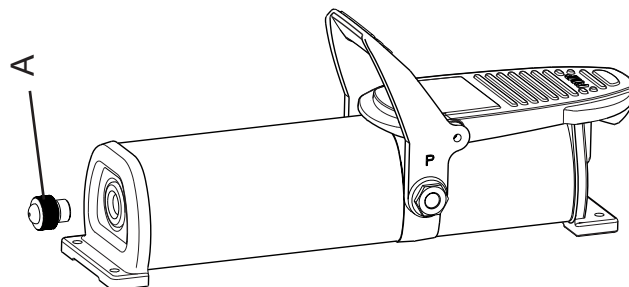

Fig. 6
- Colocar la bomba con el motor de aire hacia abajo (Fig. 6).
- Soltar desenroscando el tapón del rellenado de aceite (Fig. 6, pos. A).
- Pôr a bomba com o motor pneumático para baixo (Fig. 6).
- Desapertar e remover o bujão de enchimento do óleo (Fig. 6, pos. A).